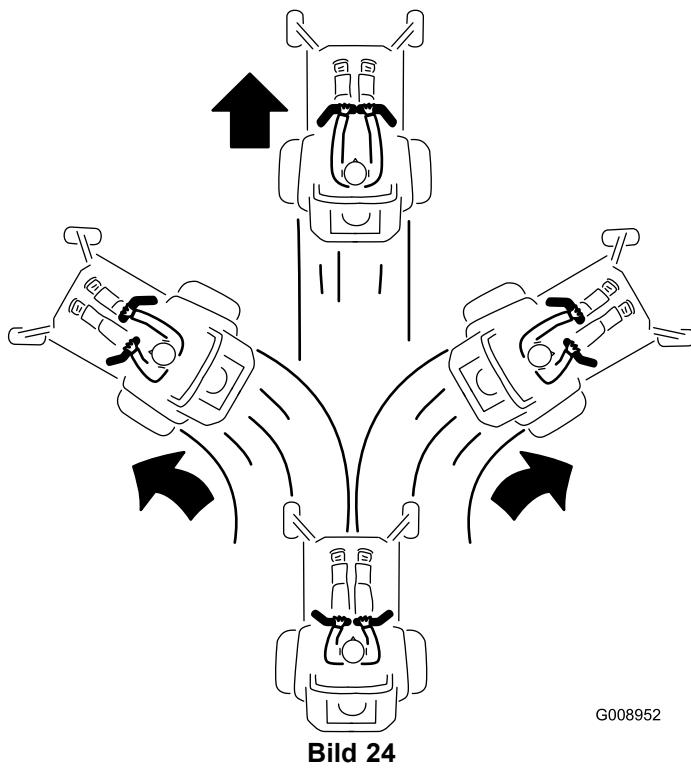

Bild 24
3. Schieben Sie für das Vorwärtsfahren die Fahrantriebshebel langsam vorwärts (Bild 24).